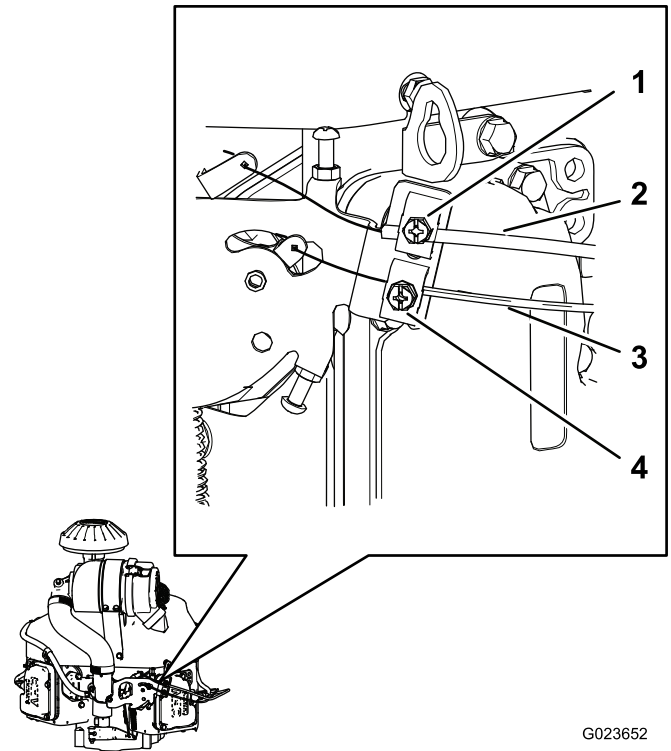

Bild 65
2. Lockern Sie die Klemmschraube, mit der das Gaszuggehäuse am Motor befestigt ist (Bild 65).
4. Ziehen Sie am Kabelgehäuse des Bowdenzugs (Bild 65), bis der Bowdenzug fast kein Spiel hat, und ziehen Sie die Klemmschraube an.
2. Lockern Sie die Klemmschraube, mit der das Chokekabel-Gehäuse am Motor befestigt ist (Bild 65).
5. Ziehen Sie am Kabelgehäuse des Chokeykabels (Bild 65), bis das Chokeykabel fast kein Spiel hat, und ziehen Sie die Klemmschraube an.